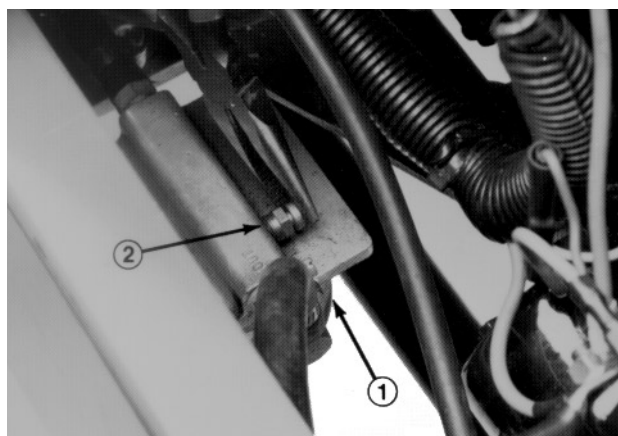

Figure 12
- 2. Desserrer la vis de purge en haut du filtre à carburant/séparateur d'eau (Fig. 12).